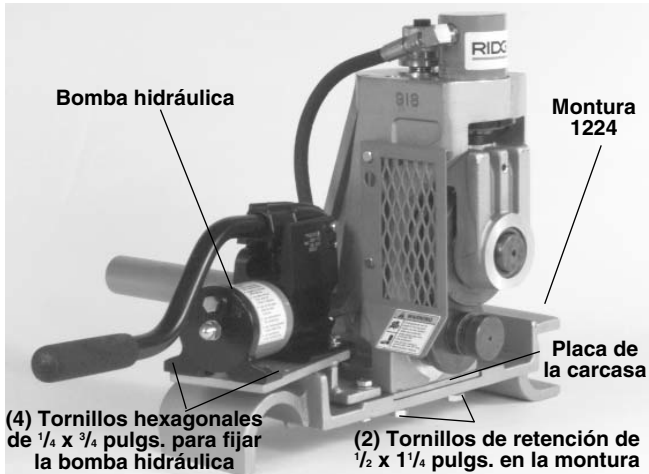

Figura 5 – Ranuradora a Rodillos industrial No. 918 puesta sobre la montura de la Máquina Roscadora No. 1224
2. Coloque la 918 encima de la montura de la 1224. (Figura 5)
3. Instale y apriete los (2) tornillos hexagonales de 1/2 x 1 1/4 pulgs. que fijan la 918 a la montura.
4. Acople el brazo de la bomba con los (2) tornillos hexagonales de 3/8 x 1/2 pulgada.
5. Coloque la bomba hidráulica en posición y atorníllela firmemente en su lugar con (4) tornillos hexagonales de 1/4 x 3/4 pulgs.
6. Acople el adaptador de la barra de accionamiento a la ranuradora y atornille los (2) tornillos de retención.